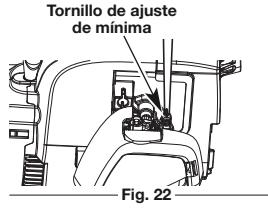

Fig. 22
La velocidad mínima del motor puede ser ajustada. Puede tener acceso al tornillo de ajuste de mínima a través de un orificio en la parte superior de la cubierta del motor (Fig. 22).
2. Suelte el gatillo del regulador y deje que el motor funcione en mínima. Si el motor se para, inserte un destornillador Phillips pequeño en el orificio de la cubierta del motor (Fig. 22). Gire el tornillo de mínima hacia adentro, en sentido horario, de a 1/8 de vuelta por vez (según sea necesario) hasta que el motor funcione en mínima suavemente.